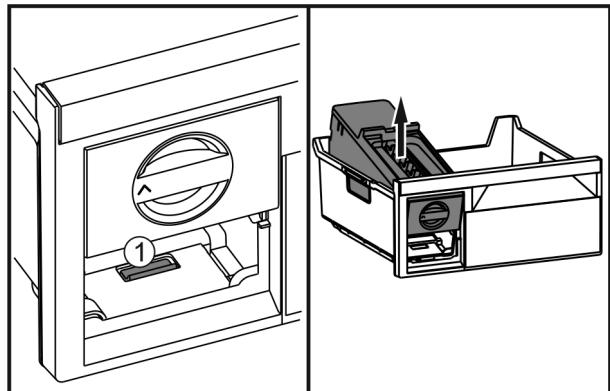

Fig. 39
- Натиснете езичето Fig. 39 (1), повдигнете EasyTwist-Ice отзад и извадете от чекмеджето на фризера.